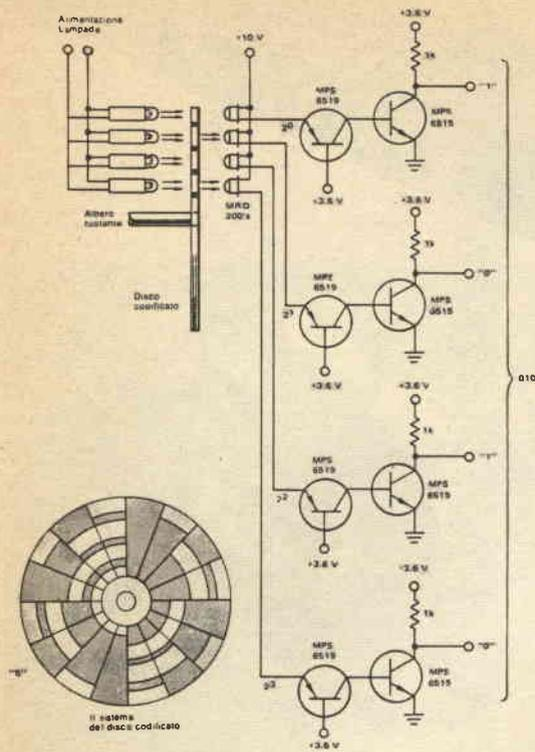

Fig. 12 - "Encoder" elettro-ottico.
**"Encoder" elettro-ottico** - Un'altra applicazione in cui l'uso del fototransistore offre dei grossi vantaggi rispetto ad altri sistemi è l'Encoder elettro-ottico (*fig. 12*).
ruotante. La versione semplificata di tale codificatore è mostrata nel particolare in basso a sinistra della *fig. 12*.
Un disco codificato, consistente in sezioni alterne opache e trasparenti, ruota solidale con l'albero. I fototransistori sono montati in fila con le corrispondenti sorgenti di luce sul lato opposto del disco. Come mostrato nella *fig. 12*, due dei quattro fototransistori sono illuminati. Se i dispositivi rappresentano una parola in codice binario, con il bit meno significativo uguale a 2°, allora la configurazione dei fotoelementi rappresenta la parola codificata, 0101 che nel sistema binario codificato è uguale a 5.
Fra le numerose applicazioni dell'albero codificato ottico, notiamo sistemi di controllo-incendio, sistemi per inseguimento radar, sistemi di controllo automatico nella lavorazione. La risoluzione di tale sistema è funzione della dimensione della parola. Cioè, il sistema a 4 bit della *fig. 12* può posizionare l'albero in una qualunque delle 16 posizioni.